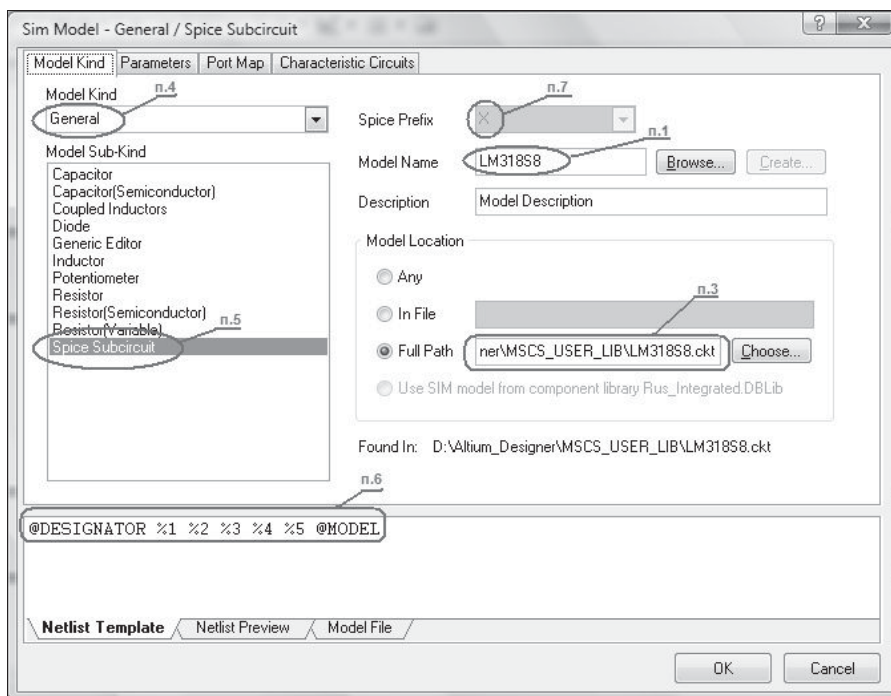

Рис. 2.51. Настройка связи параметров SPICE-модели с полями базы данных
- **Sim Model Name** — имя модели, как оно обозначено производителем компонентной базы в SPICE-директиве .MODEL или .SUBCKT. Это имя не обязательно должно совпадать с именем файла модели. При вызове компонента из библиотеки или с использованием DBLib-функций и исследовании его свойств это имя отображается в поле **Model Name** на вкладке **Model Kind** диалогового окна **Sim Model** (рис. 2.51). Ссылка на имя модели из этого поля действует аналогично ссылкам на имена схемного компонента или посадочного места из полей **Library Ref** или **Footprint Ref**;
Обозначенный путь к файлу модели отображается в поле **Model Location** диалогового окна **Sim Model** (см. рис. 2.51).